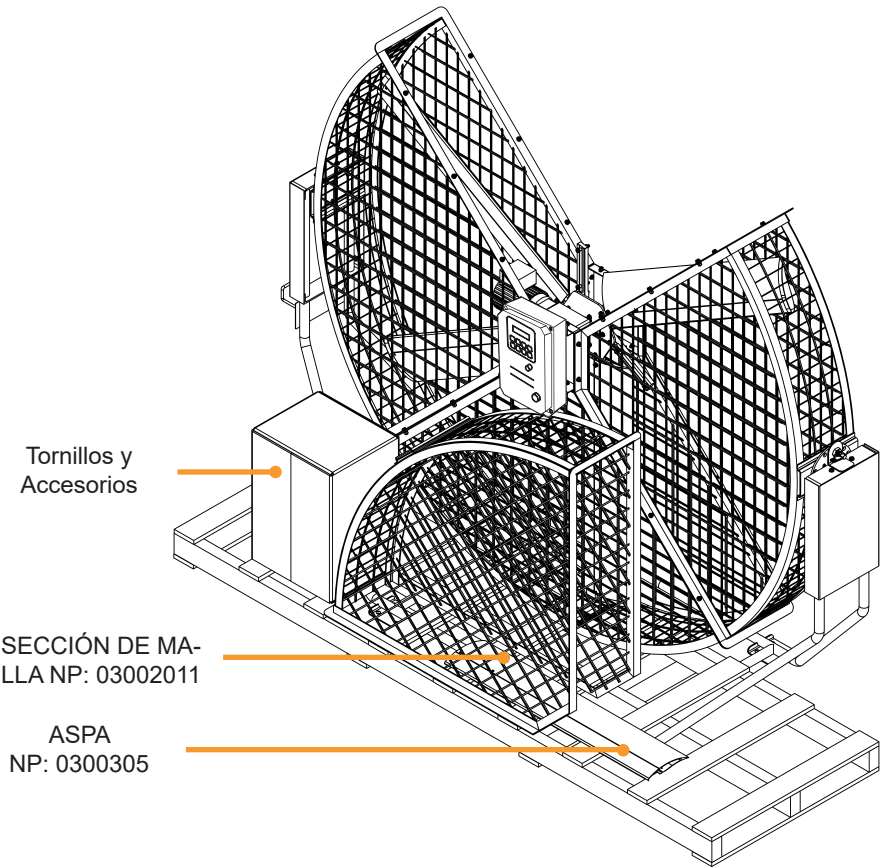

Fig 6.1
6.1 En algunas ocasiones, dependiendo el destino del equipo, su producto arribará dispuesto como se muestra en la Fig. 6.1 conteniendo una sección de malla y un aspa de manera adjunta para su posterior instalación.